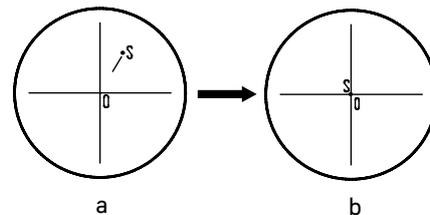

Рис. 13. Настройка канала визуализации
- Наблюдая объект через окуляры, найдите отличительную точку в поле зрения (легко идентифицируемую цель, такую как точка S на рис. 13а), переместите объект на предметном столике так, чтобы данная точка находилась в центре поля зрения как показано на рис. 13б. Для этой процедуры вместо обычного препарата удобно использовать специальный калибровочный слайд с перекрестием, а вместо обычного окуляра – окуляр с перекрестием.